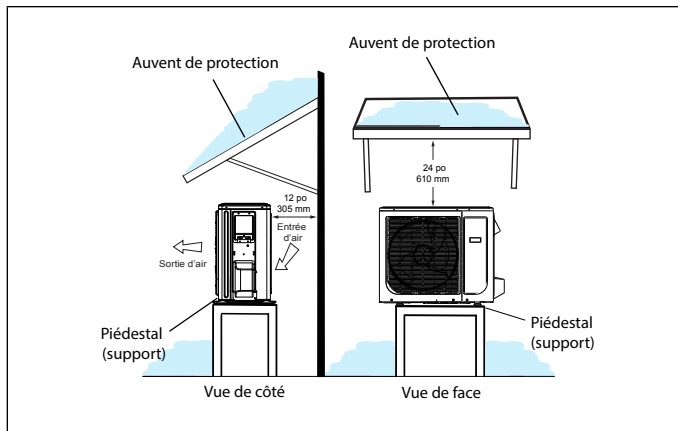
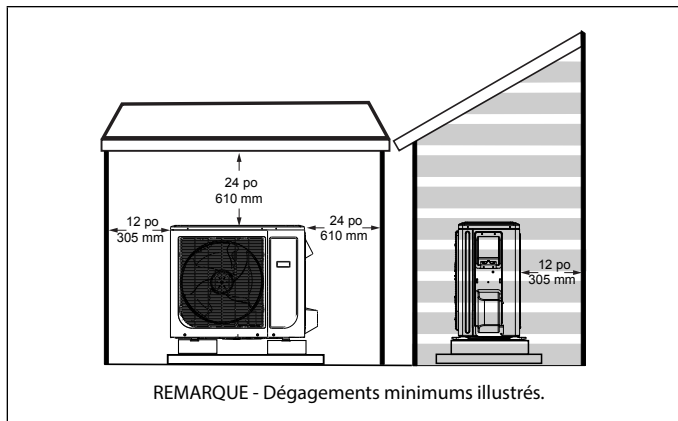

Figure 23. Unité extérieure sur piédestal et sous auvent de protection
Figure 28. Abri de style niche à chien
- Si l'unité extérieure peut être exposée de manière prolongée aux rayons directs du soleil et atteindre des températures dépassant 100 °F (38 °C), il est recommandé de construire un auvent comme illustré à la « Figure 23. Unité extérieure sur piédestal et sous auvent de protection » ou à la « Figure 28. Abri de style niche à chien » à la page 17
- Installer l'unité à l'écart des porte-à-faux des toits pour empêcher l'eau ou la glace de tomber sur ou devant l'échangeur ou l'unité. Construire un auvent comme illustré à la « Figure 23. Unité extérieure sur piédestal et sous auvent de protection ».
- L'unité extérieure peut être installée dans un abri de style niche à chien comme illustré à la « Figure 28. Abri de style niche à chien ».